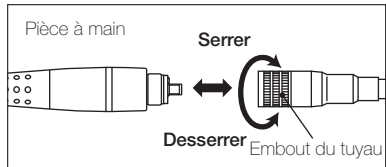

Fig. 2
- 1) Insérez la turbine dans le connecteur du cordon et serrez l'embout du cordon. (Fig. 2)
- 1) Desserrez l'embout du cordon et enlevez-le du cordon. (Fig. 2)